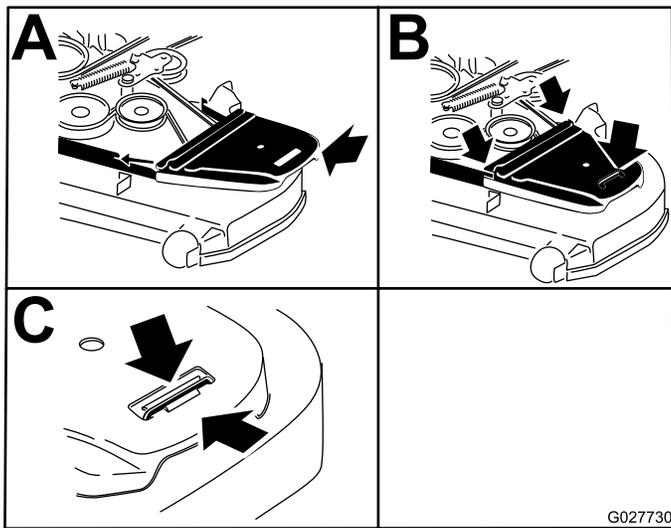

Figura 89
12. Instale las cubiertas de la correa (Figura 89).